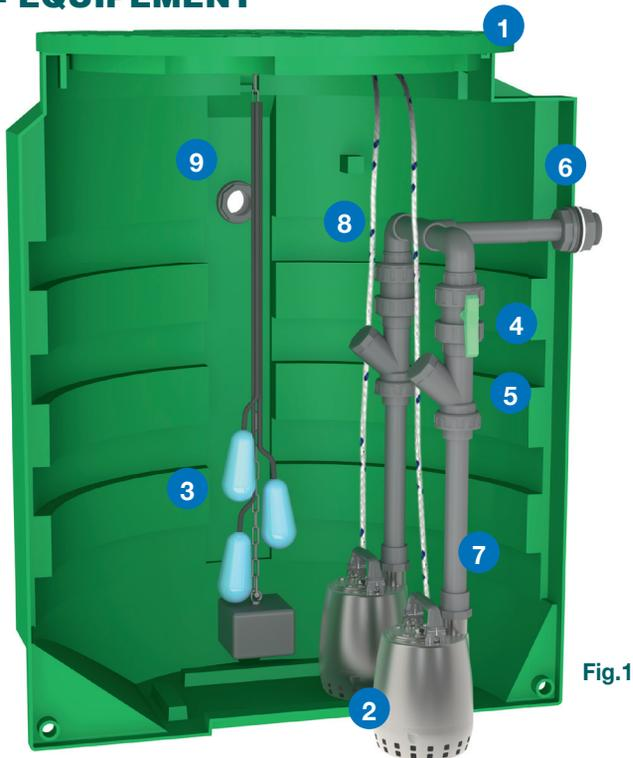

Fig.1
- Raccorder le tuyau PVC Ø160 d'arrivée de l'effluent (non fourni) en le collant dans le Manchon PVC (**Rep.10- fig.1**) avec la colle PVC Réf. COL (non fournie).
- Raccorder le kit de sortie (**Rep.11- fig.1**) sur le poste en collant le raccord PVC au passe paroi de sortie de poste avec la colle PVC Réf. COL (non fournie). Raccorder ensuite un tuyau de refoulement en PVC ou polyéthylène Ø 40 mm sur le raccord compression Ø 40 mm de sortie cuve.
- Percer la cuve à la scie cloche Ø 108 mm Réf. SCH-108 (non fournie), monter le joint, le tuyau et le manchon Ø 100 mm (**Rep.12- fig.1**) et raccorder un tuyau Ø 100 mm pour la ventilation.